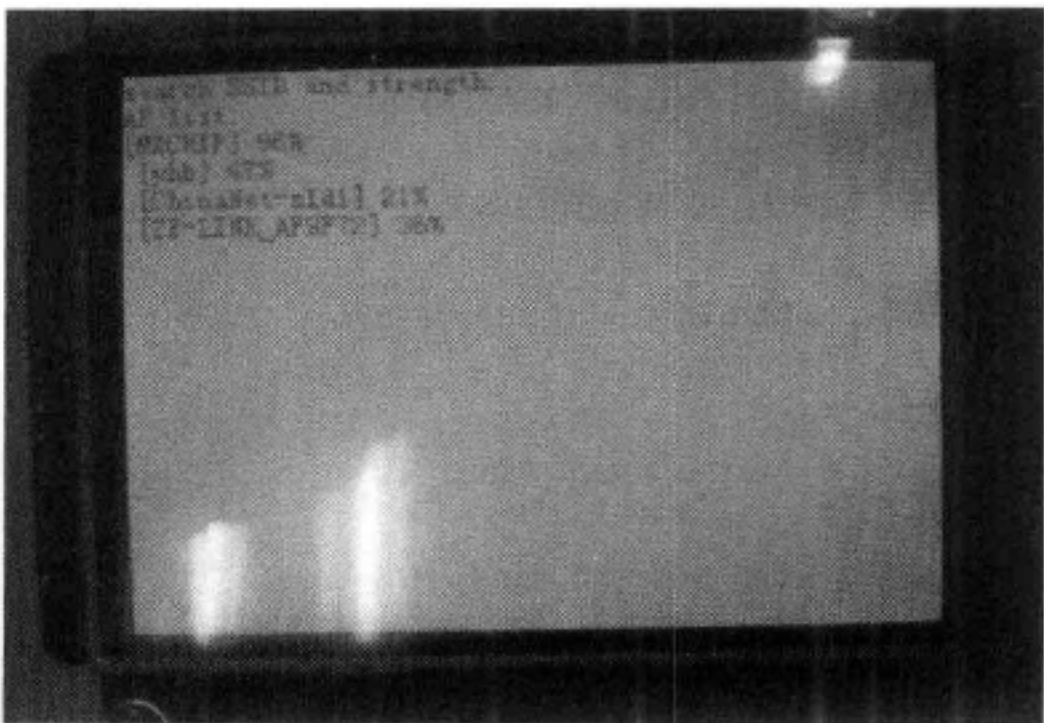

图 25-8 LCD 显示周围无线网络的信号强度
2) 读取搜索到的周围的无线网络和信号强度, 见图 25-8。